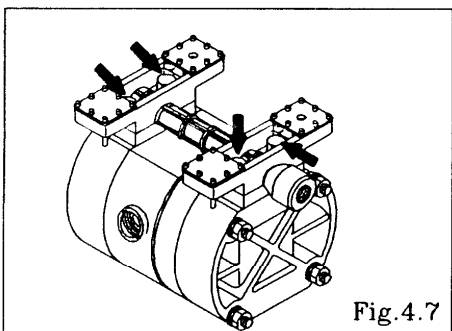

Fig. 4.7
- ・〔Fig.4.7〕のように本体組立を逆さまにする。
- ・インマニホールド取付ナット 4 か所を外し、ベース、インマニホールドを取り外す。(NDP-15) 〔Fig.4.7〕